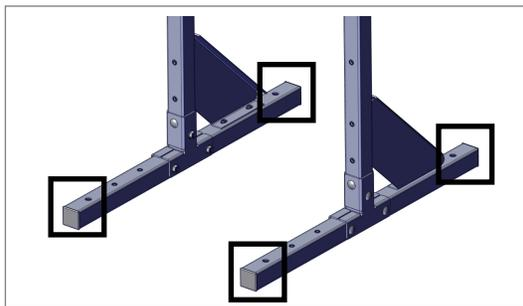

Fig. 9. Passez les vis/chevilles à expansion à travers la base du bâti
7. (Recommandé) Passez quatre (4) vis et/ou chevilles à expansion (fournies sur site) à travers la base des pieds pour éviter tout risque de basculement (figure 9).